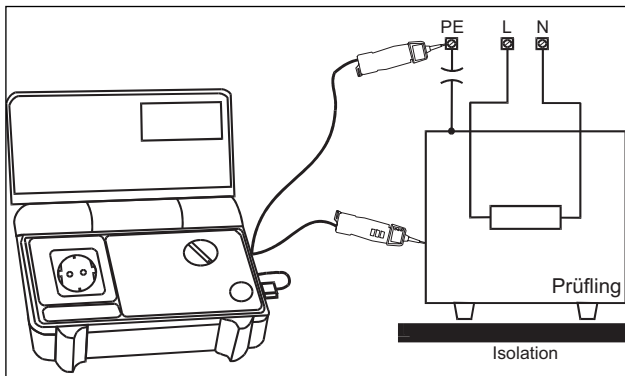

Abb.7.27
- Commander 2 mit dem Prüfling verbinden (siehe Abb. 7.27).